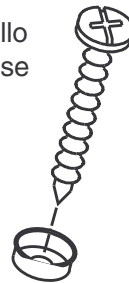

Fig. 5
- Encaje a presion el onver de las cubiertas del tornillo las bases de tornillo. (Fig 5)